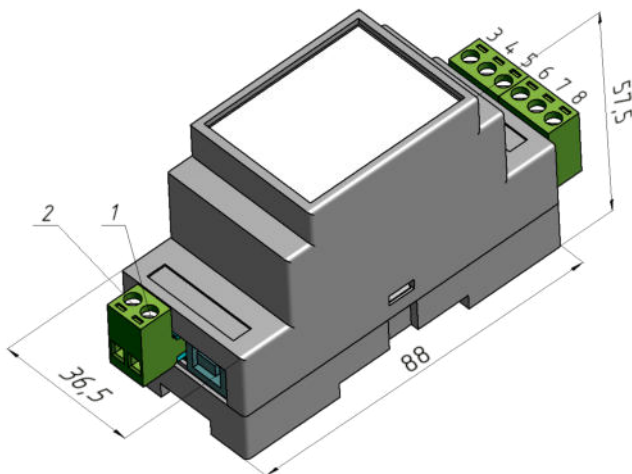

Рис.11. Преобразователь интерфейса μForLan в токовые выходные сигналы.
7.5. Установочные размеры преобразователя интерфейса показаны на рис.11.